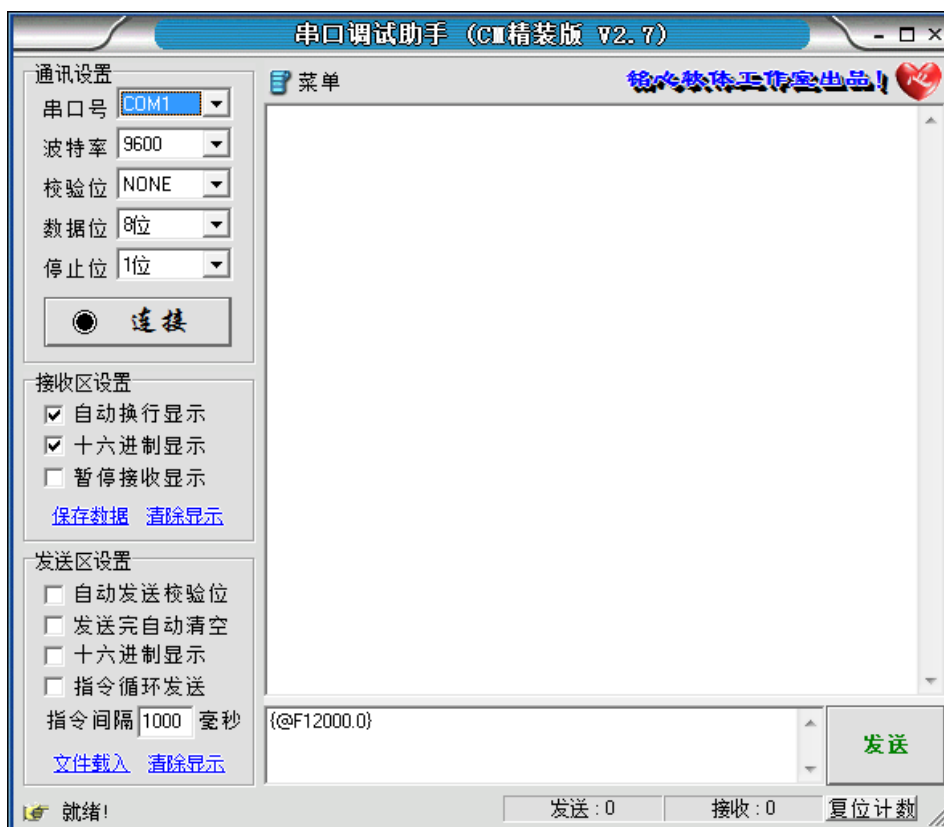

图 4.6 串口调试助手操作界面 1
(1) 远控 PC 机双击打开 UartAssis.exe 文件，进入串口调试助手操作界面，如图 4.6 所